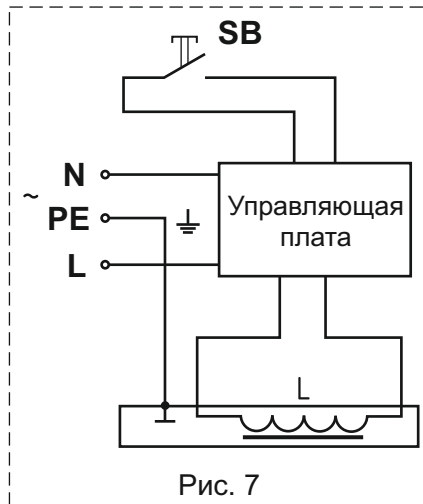

Рис. 7
4.3.7 Электрическая схема подключения клапана приведена на рис. 7. На схеме обозначение "SB" соответствует кнопке ручного взвода электрического типа.